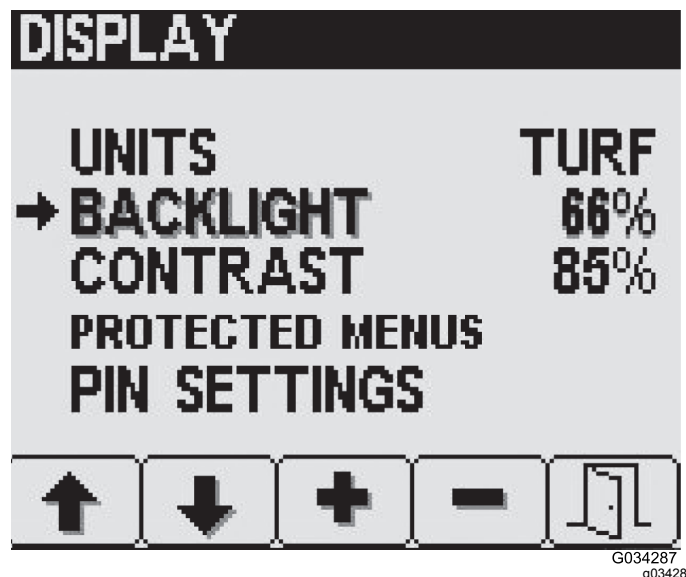

Bild 21
1. Drücken Sie Taste 2 auf dem Bildschirm „Display“, bis Sie „Backlight“ oder „Contrast“ erreichen (Bild 21).
2. Stellen Sie den gewünschten Wert mit den Tasten 3 und 4 ein (Bild 21).